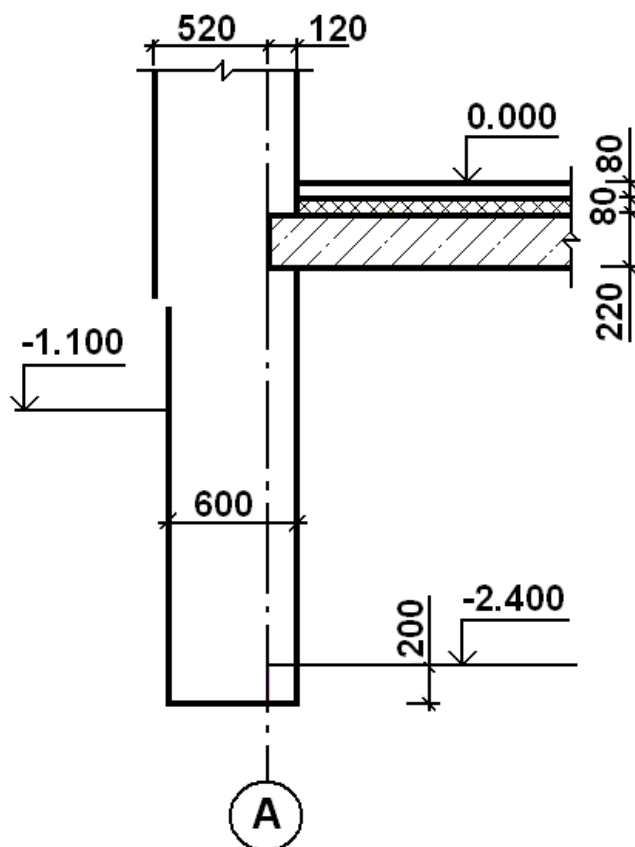

Рисунок 5 – Проектирование блоков
7. Ниже плиты перекрытия вычерчиваются фундаментные блоки, при этом их внутренняя грань совпадает с внутренней гранью стены. Толщина блоков для стены толщиной 640 мм – 600 мм, 510 мм – 500 мм. Низ блоков расположен ниже отметки пола подвала на 200 мм (рисунок 5).